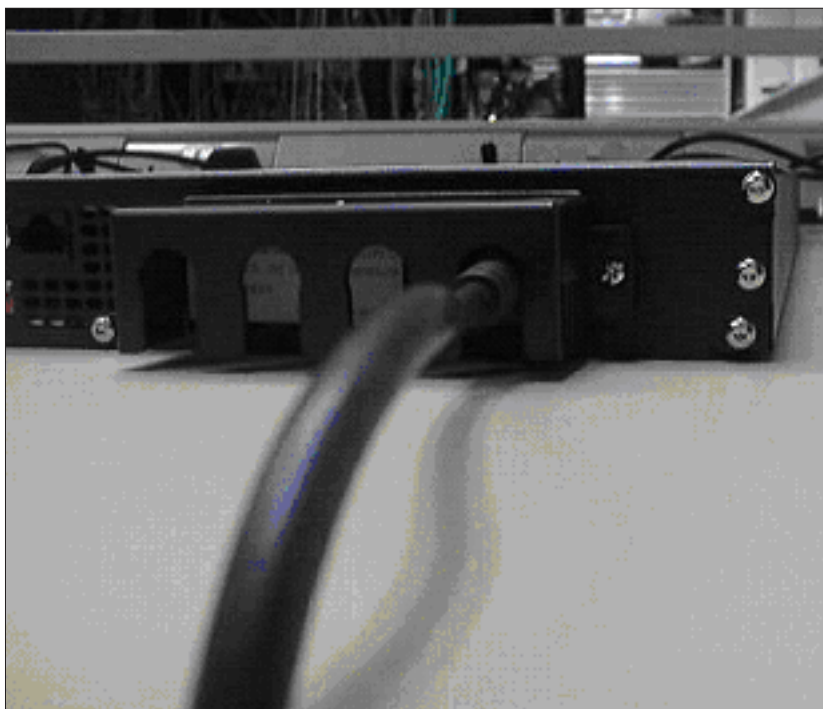

図 260. 2145-1U 無停電電源装置 電源ケーブル保持ブラケット
4. 688 ページの図 260 に示すように、各サイドに 1 つのねじで、ブラケットを所定の位置に固定します。